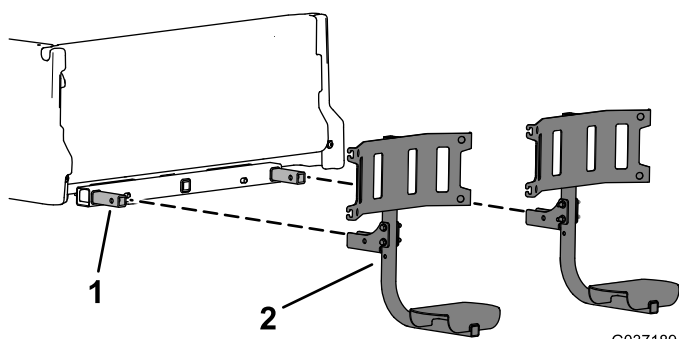

Figura 9
9. Inserte los soportes ensamblados de los cubos de basura en los tubos del bastidor (Figura 9).